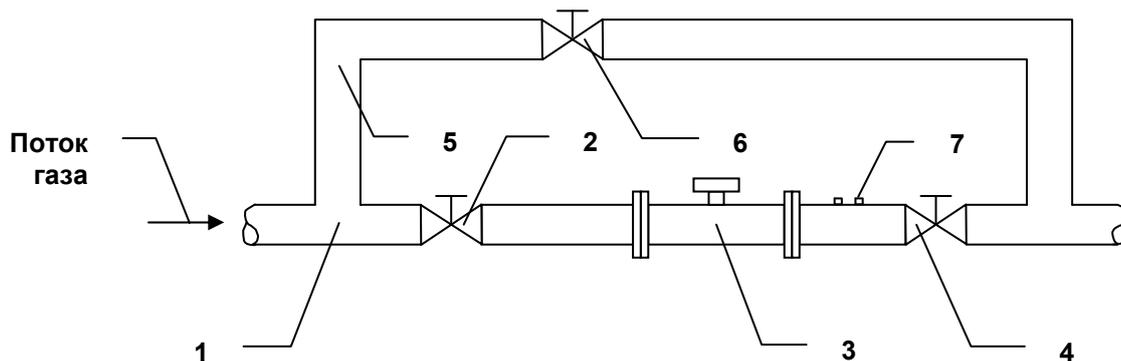

Рис. 4. Установка счетчика без перепускного канала
- 3.13.4. В трубопроводах с давлением до 16 атм применение перепускного канала необязательно. Для этого случая рекомендуется схема установки, приведенная на рис. 4. Наличие вентилей 2 является обязательным. Он позволяет отключить счетчик в случае его повреждения, облегчает ввод счетчика в эксплуатацию в протяженных или сложных трубопроводах.
6.1. До начала пуска счетчика все вентили на трубопроводе (см. рис. 4, 5) должны быть закрыты.
6.4. Пуск счетчика без перепускного канала (см. рис. 4)